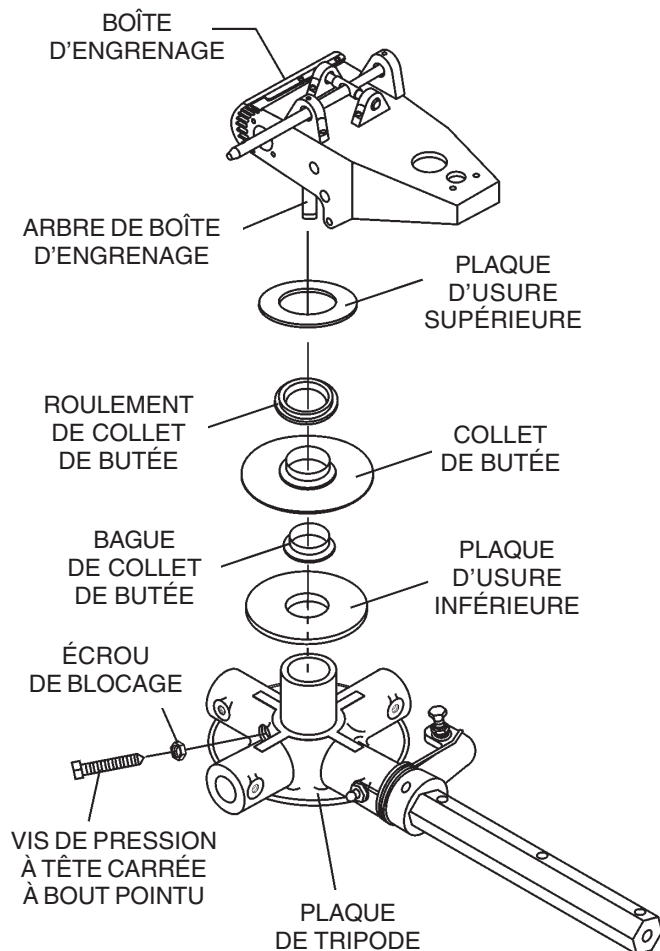

Figure 20. Dépose du tripode/de la boîte d'engrenage
- a. Rechercher la vis de pression à tête carrée et bout conique (figure 20) et l'écrou de blocage attaché sur le côté de l'ensemble de tripode.